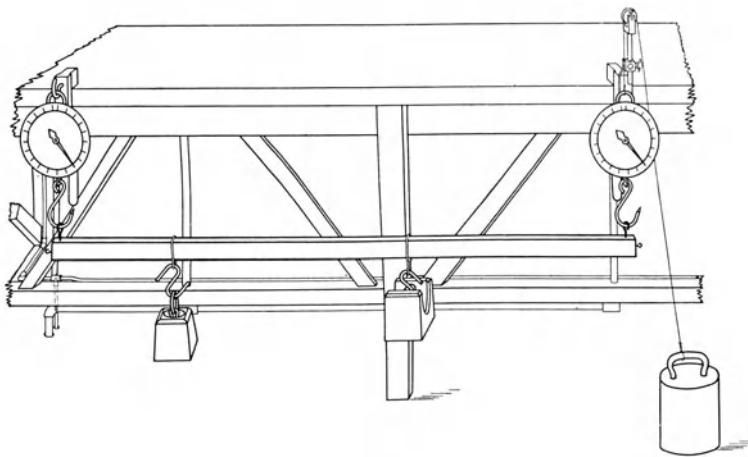

Fig. 47.
b) Binde Schleifen um den Stab und befestige daran mit Haken Ringgewichte von 5 und 10 kg\*. Hebe oder senke die eine Wage so, daß der Stab wagerecht steht (Fig. 47). Klopfe gegen die Federwagen, lies die Zeigerstellungen ab und verbessere die Ablesungen. Vergleiche die Gesamtbelastung mit der Summe der Zugkräfte an den Wagen. Miß die Abstände der Angriffstellen der Lasten von den Ösen, in denen die Wagenhaken sitzen, und die Entfernung dieser Ösen.